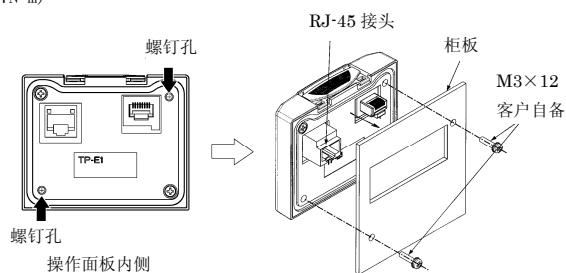

图 2.33 操作面板的安装
- ③ 在要安装操作面板的柜子上，开出一个切口。切口的详细资料请参照第 8 章「8.5.2 操作面板」。
- ④ 用两根螺钉把操作面板固定到柜子上。（参照图 2.33）